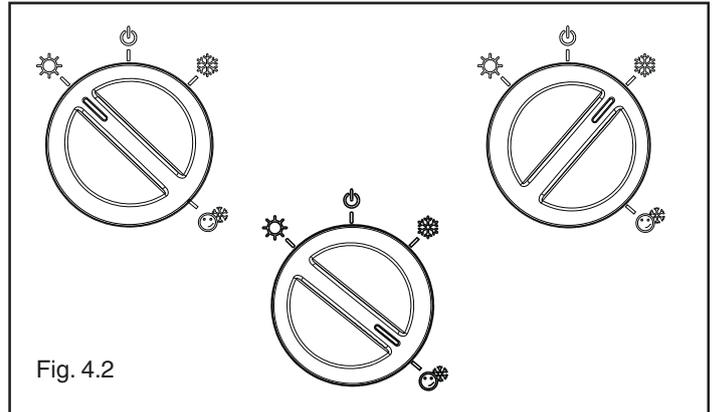

Fig. 4.2
- posizionare l'interruttore generale dell'impianto su acceso, quindi, dopo aver abbassato lo sportello, posizionare il selettore di funzione su estate ☀, inverno ❄ o inverno comfort ☁ (fig. 4.2) a seconda del tipo di funzionamento prescelto.
Per ripristinare il funzionamento è necessario posizionare il selettore di funzione su "☺" (OFF/RESET) e riportarlo quindi nella posizione desiderata: estate, inverno o inverno con preriscaldamento (fig. 4.2).